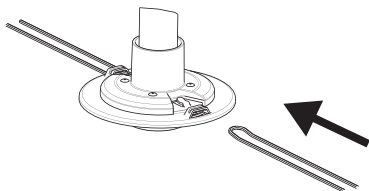

Рис. 10
5. Вставить корд петлей в держатель, петлю корда зацепить за крючок держателя (Рис.10, 11, 12).